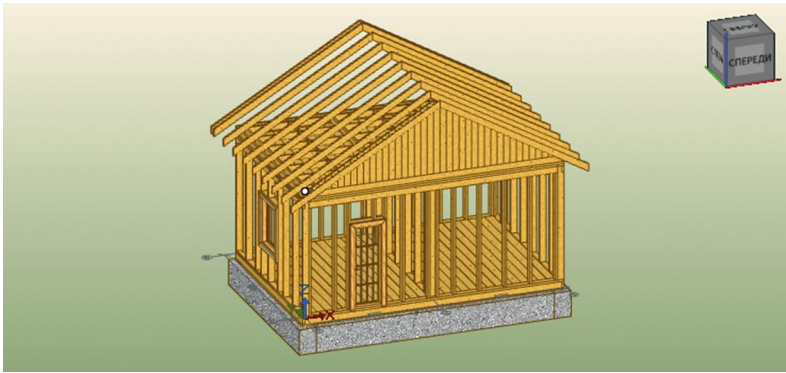

рис. 119
6. На экране появится заполнение досками — передний фронтон (рис. 119). Завершите команду нажатием клавиши **Esc**.